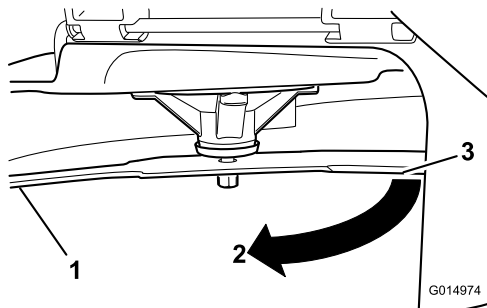

Figura 89
3. Segunda distancia medida entre cuchilla y superficie (B)
4. Gire la misma cuchilla 180 grados de manera que el otro extremo esté en la misma posición (**Figura 89**).